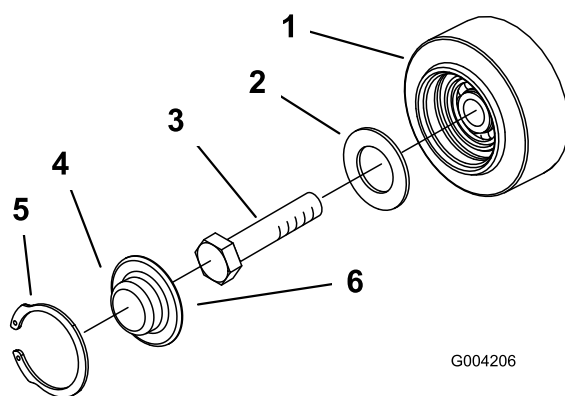

Figure 49
3. Déposez le circlip et le chapeau d'un galet de roulement (Figure 49).
4. Vérifiez la graisse sous le chapeau et autour du joint (Figure 49). Si elle est encrassée, granuleuse ou en quantité insuffisante, enlevez toute la graisse, remplacez le joint et ajoutez de la graisse neuve.